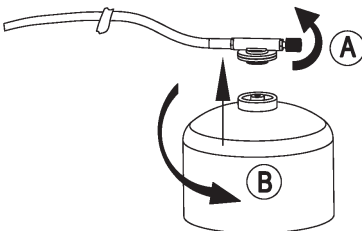

Figura 1
DE CONECTAR EL CARTUCHO DE GAS (FIGURA 1, PÁGINA 29)
- FR** (1) Como se muestra en **Figura 1-A**, gire el botón giratorio ⑪ en el sentido de las agujas del reloj hasta el tope (la flecha apunta a "-") para cerrar la conexión de gas.
- NL** (2) Verificar el estado del anillo de estanqueidad ⑤. Si el anillo de sellado está dañado, desgastado o falta, no use el dispositivo y comuníquese con un distribuidor para reemplazar el anillo de sellado.
- FI** (3) Atornille el cartucho de gas (en sentido antihorario) y el conector de gas combustible firmemente como se muestra en **Figura 1-B**
- DK** (4) Coloque la parrilla de gas y el cartucho de gas en la misma superficie sólida y asegúrese de que la línea de gas flexible esté alejada de la parrilla de gas (llama).